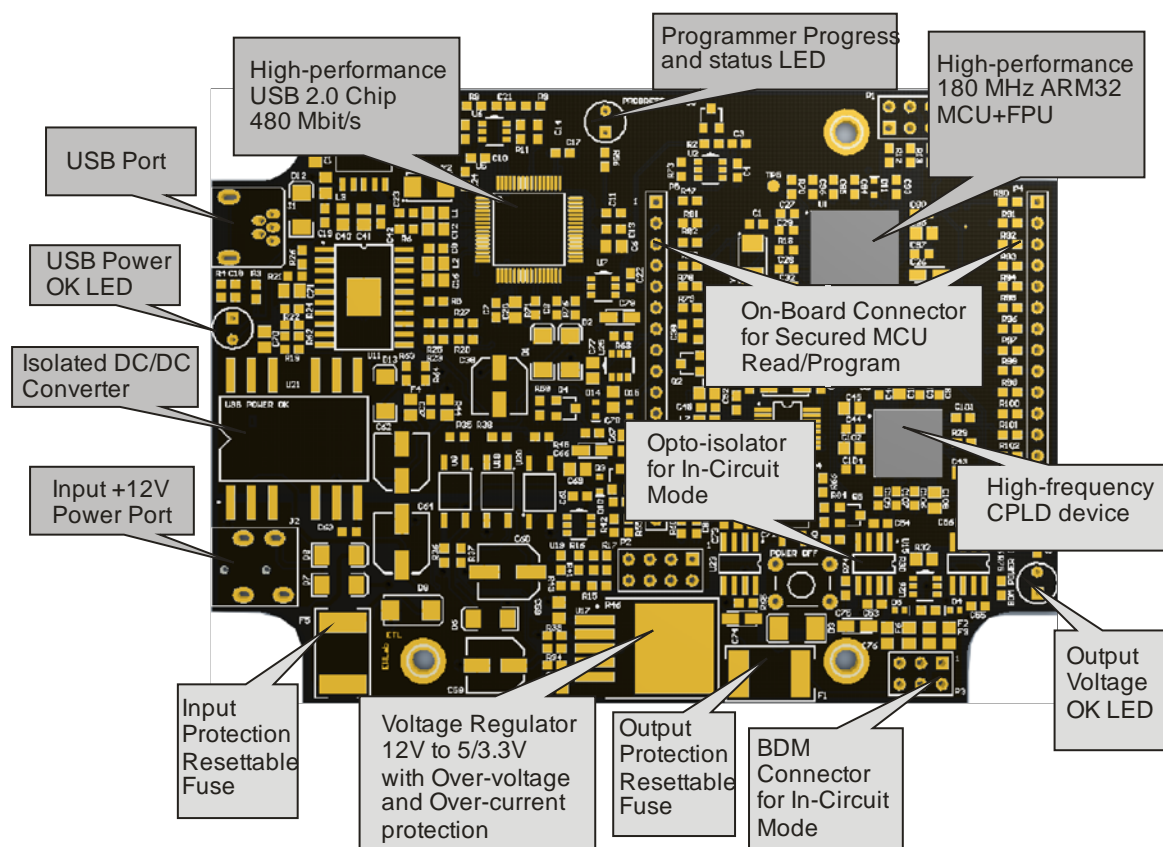

Figura 1. Despliegue de la tarjeta HYPER PROG ETL.
El Programador-MC9S12(X) utiliza la tarjeta HYPER PROG ETL para acceder al MCU objetivo (Figura 1). Para lograr un alto rendimiento y una confiabilidad alta, el dispositivo HYPER PROG ETL incorpora los siguiente módulos: